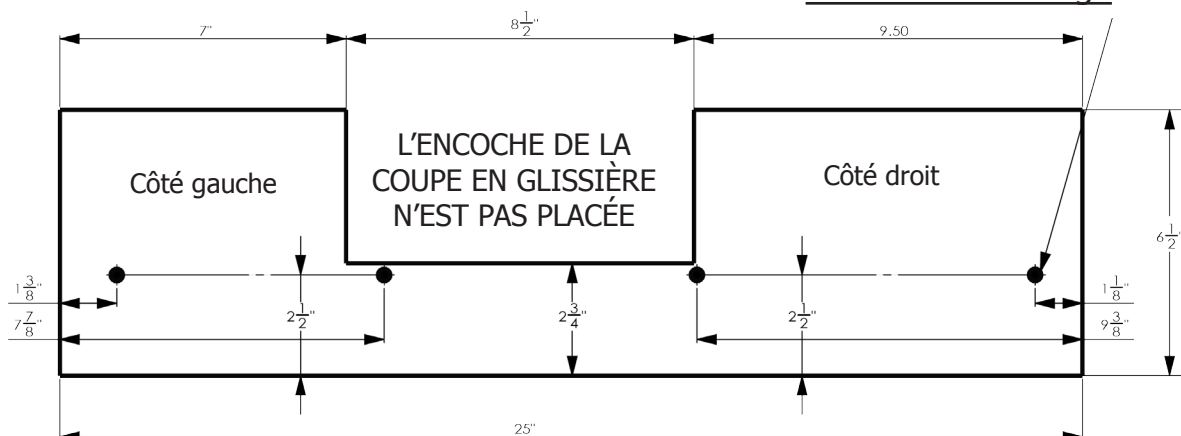

Figure 25
- Voir la figure 25 pour les dimensions du guide auxiliaire.
- L'entaille illustrée dans la figure 25 doit être découpée afin de pouvoir effectuer des coupes en glissière en utilisant le guide auxiliaire.